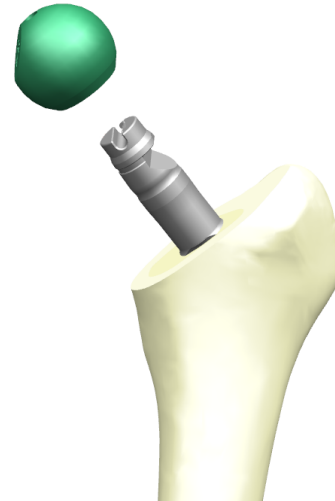

Abbildung 7: Probereposition mit einer Rassel & einem Probekopf in der Standardvariante
- Probekopf auf den Anschluss der Rassel aufsetzen (Abbildung 7 und Abbildung 8).